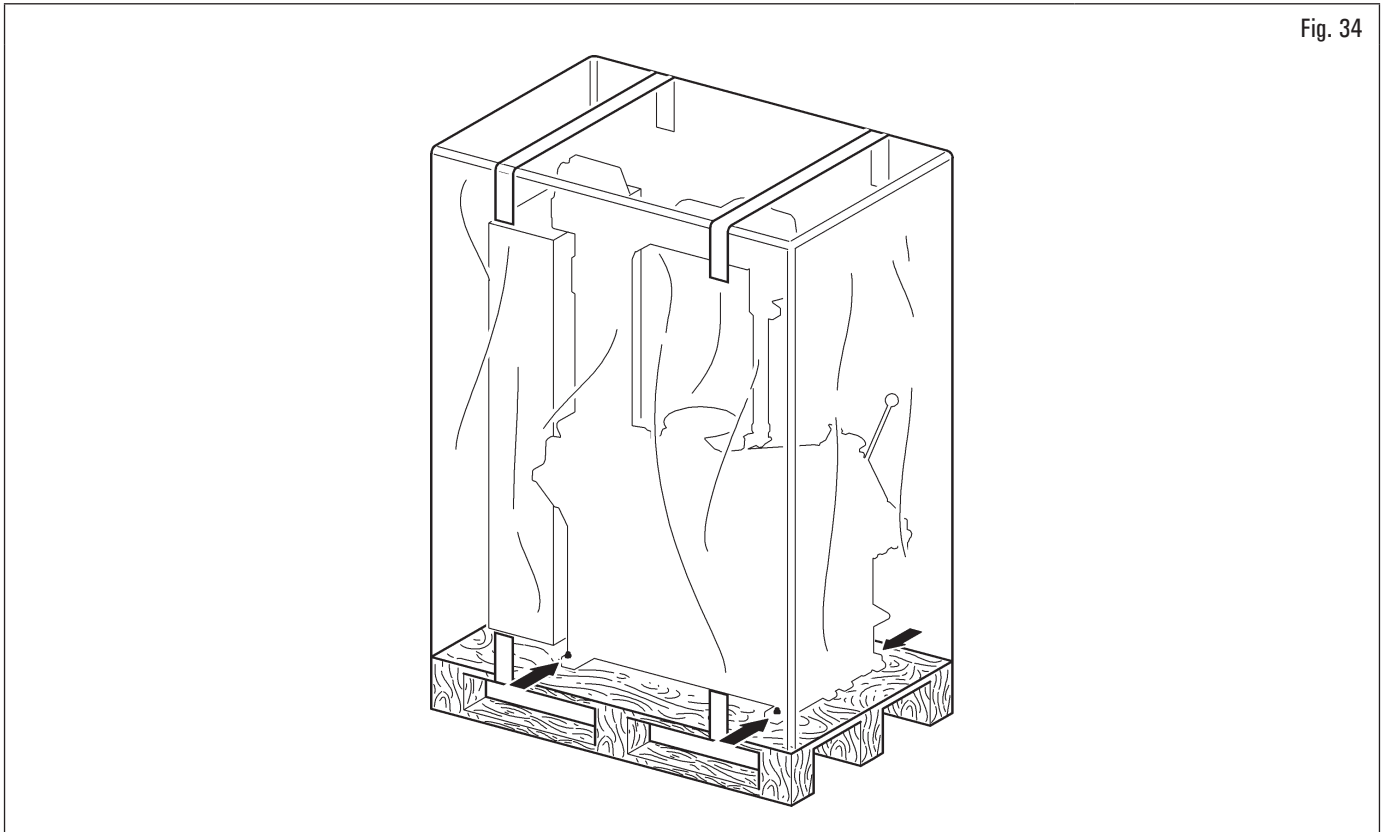

Fig. 34
- El equipo generalmente se envía parcialmente ensamblado como se muestra en Fig. 34.
- levantar con cuidado, utilizando medios adecuados para soportar la carga, en perfecto estado de funcionamiento, utilizando las señales adecuadas colocadas en el embalaje Fig. 34.